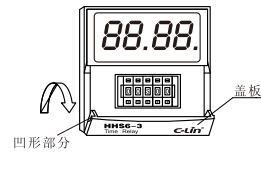

图1
- 步骤一: 用手卡住盖板左右两侧的凹形部分,按图1所示向外拉;